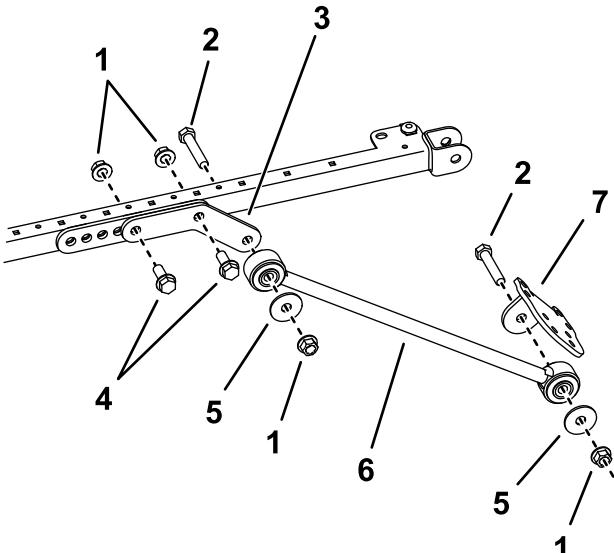

Рисунок 40
центральному отверстию монтажного кронштейна с помощью 2 болтов (½ x 1½ дюйма) и 2 фланцевых гаек (½ дюйма), как показано на рис. Рисунок 40.
10. Прикрепите подпорку снаружи каждого удлинительного звена с помощью болта (½ x 2½ дюйма), шайбы (½ дюйма) и фланцевой гайки (½ дюйма), как показано на рис. Рисунок 40.
11. Прикрепите, не затягивая, кронштейн подпорки к каждой подпорке с помощью болта (½ x 2½ дюйма), шайбы (½ дюйма) и фланцевой гайки (½ дюйма), как показано на Рисунок 40.